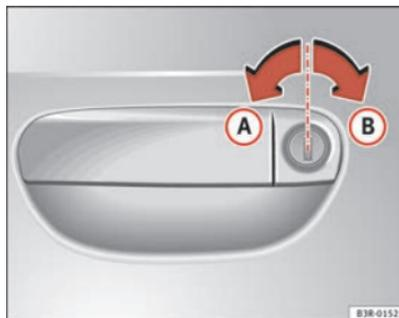

Abb. 70 Schlüsseldrehungen zum Öffnen und Schließen
- Drehen Sie den Schlüssel im Schloss der Fahrertür in Öffnungsstellung **A** ⇒ Abb. 70 nach links.
- Drehen Sie den Schlüssel im Schloss der Fahrertür in Schließstellung **B** ⇒ Abb. 70 nach rechts ⇒ .
Drehen Sie hierzu den Schlüssel im Schloss der Fahrertür **zweimal** hintereinander in kurzer Folge in Schließstellung  ⇒ Seite 103, Abb. 70.